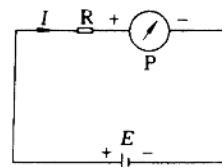

图 2-2 测量电流时
(1) 把万用表串接在被测电路中时,应注意电流的方向。正确的接法如图 2-2 所示,即把红表笔接电流流入的一端,黑表笔接电流流出的一端。如果不知被测电流的方向,可以在电路的一端先接好一支